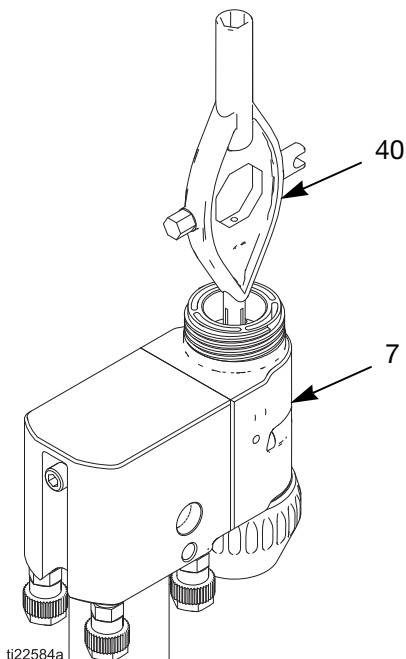

FIG. 31. Sustitución del electrodo
3. Afloje el electrodo (4) con la herramienta multiusos (40) desde el frente del cuerpo de la pistola (7). FIG. 31.